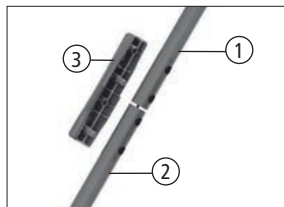
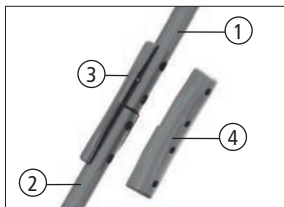
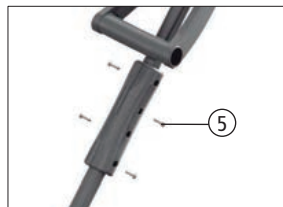

Fig. 01
Fig. 02
Fig. 03
Braço e luva de fixação (modelos APB1000T e APB1500T) - Fig. 01 a 03
Alinhe cuidadosamente o braço metálico superior (1) e o braço metálico inferior (2). Encaixe a primeira parte da luva (3) nos orifícios dos braços e assegure-se de que o cabo elétrico não esteja na área onde os parafusos serão rosqueados, para evitar danos e possíveis curtos-circuitos [Fig. 01]. Junte a segunda parte da luva (4) à primeira já montada [Fig. 02]. Aperte os quatro parafusos (5) da luva, dois de cada lado, conforme a imagem [Fig. 03].